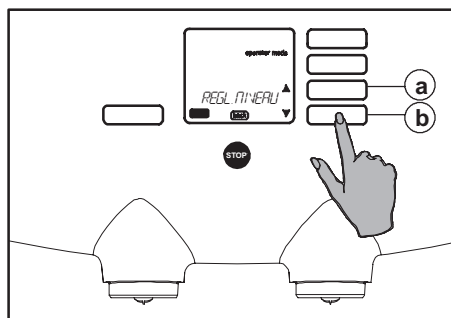

Fig. 72 Menu de sélection RÉGL. NIVEAU
3. Utilisez les boutons de défilement $\updownarrow$ (fig. 72 a ou b) jusqu'à ce que l'option "RÉGL. NIVEAU" apparaisse à l'écran.